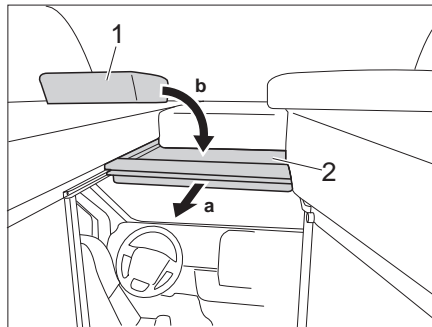

Bild 38 Fahrerhausabtrennung
- Bettunterbau (Bild 38,2) am Griff nach vorne ziehen.
- Polster (Bild 38,1) auf Bettunterbau legen.
- Polster (Bild 38,1) zur Seite legen
- Bettunterbau (Bild 38,2) nach hinten schieben.